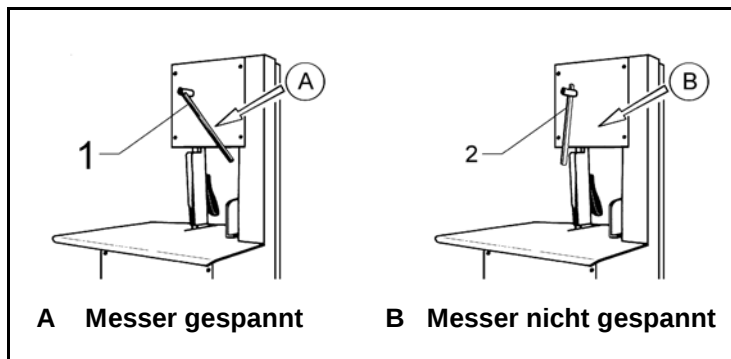

Abb.7.6.1
- Das Messer wie durch Pfeil „A“ angegeben einspannen (Abb.7.6.1)
7.6.1 - Einstellungen Messereinspannung (Abb.7.6.1)
Mit dem Hebel in Position A wie auf Abb.7.6.1 dargestellt, ist das Messer gespannt. Zum Losspannen genügt es den Hebel nach unten zu drehen (Position B).